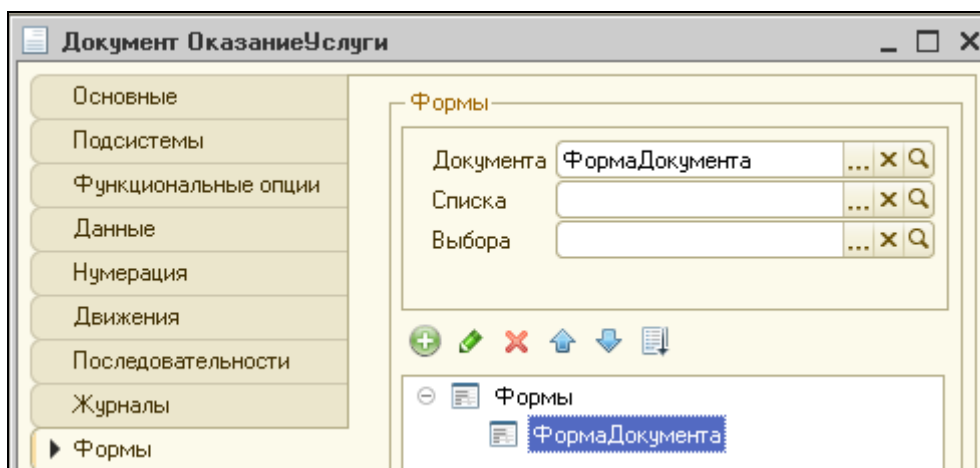

Рисунок 2.27 Документ Оказание Услуги
1. В режиме конфигурирования открыть документ **ОказаниеУслуги**. Щелкнуть по закладке **Формы**. Дважды щелкнуть по элементу **ФормаДокумента** (рис. 2.27).